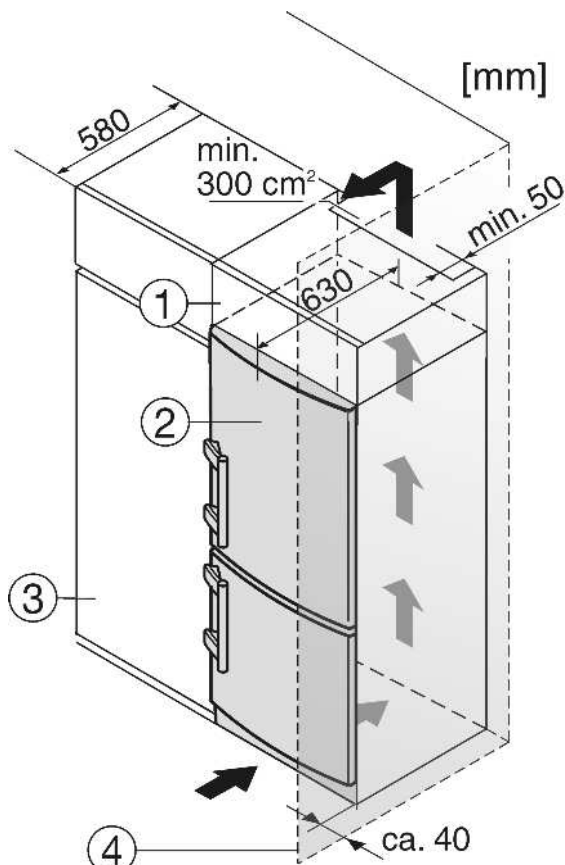

Fig. 9
- (1) Дополнительный шкафчик
- (2) Устройство
- (3) Кухонный шкаф
- (4) Стенка
Устройство может быть окружено предметами кухонной обстановки. Чтобы уравнять устройство Fig. 9 (2) по высоте с кухонной стенкой, можно установить над устройством соответствующий дополнительный шкафчик Fig. 9 (1).
При комбинировании с обычными кухонными шкафами (глубина макс. 580 мм) устройство можно установить непосредственно рядом с кухонным шкафом Fig. 9 (3). Дверь устройства выступает по сторонам на 34 мм и по центру устройства на 50 мм относительно передней стенки кухонного шкафа. Поэтому ее можно свободно открывать и закрывать.
Если устройство установлено на шарнирах у стены *Fig. 9 (4)*, то расстояние между устройством и стеной должно быть не менее 40 мм. Настолько выступает ручка при открытой дверце.